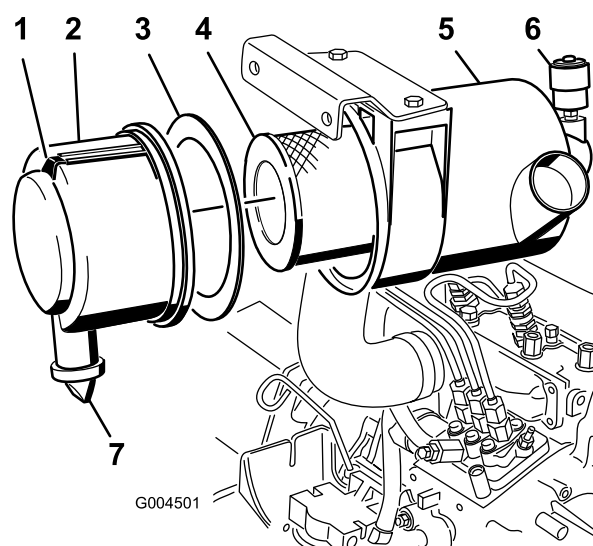

Figura 39
2. Effettuate la manutenzione dell'elemento filtrante quando la spia (Figura 39) diventa rossa, oppure ogni 400 ore (più spesso in condizioni estreme di polvere o morchia). Non eccedere nella revisione del filtro dell'aria.
1. Tirate il fermo verso l'esterno e ruotate il coperchio del filtro in senso antiorario (Figura 39).
2. Togliete il coperchio dal corpo del filtro dell'aria (Figura 39).
4. Togliete il filtro primario e sostituitelo (Figura 39).
6. Verificate che la guarnizione in schiuma sintetica sia stata montata nel coperchio e che non sia strappata o danneggiata (Figura 39).
- A. Togliete la valvola di uscita in gomma dal coperchio (Figura 39).
10. Se la spia è rossa, azzerate l'indicatore (Figura 39).